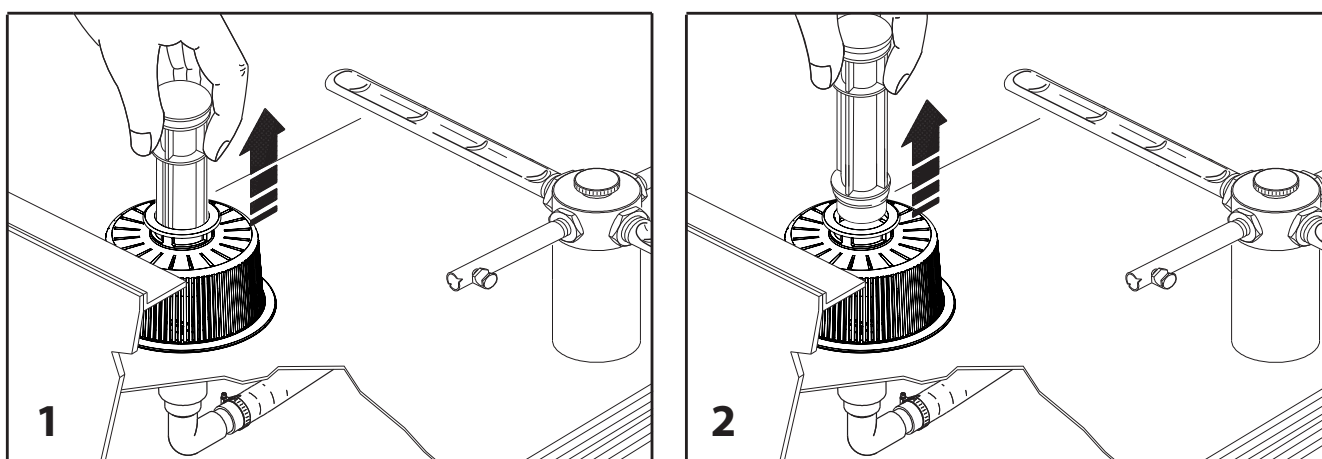

Abb. 16
5. Das Überlaufrohr abnehmen (Abb. 16)